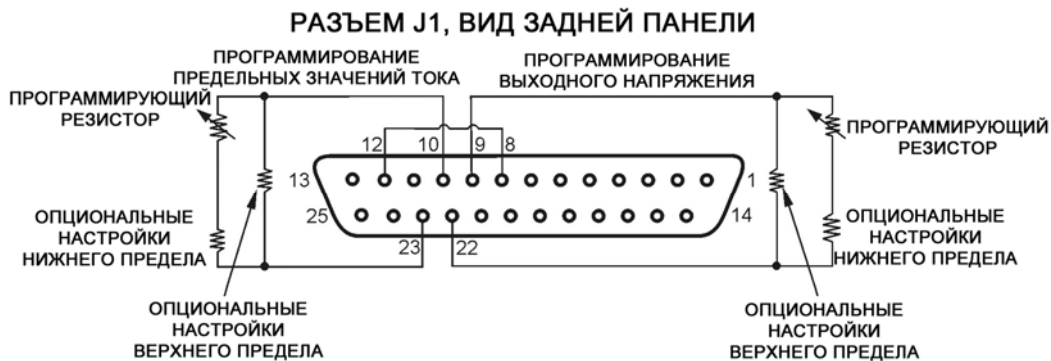

Рис.6-2: Внешнее резистивное программирование
2. Поставьте переключатель SW1-1 в положение ВВЕРХ (UP) для внешнего программирования выходного напряжения, и/или SW1-2 в положение ВВЕРХ (UP) для внешнего программирования предельных значений выходного тока.
4. Поставьте переключатель SW1-7 в положение ВВЕРХ (UP) для резистивного программирования выходного напряжения, а SW1-8 в положение ВВЕРХ (UP) для резистивного программирования предельных значений выходного тока.
6. Соедините программирующие резисторы с разъемом J1, как показано на рис. 6-2.